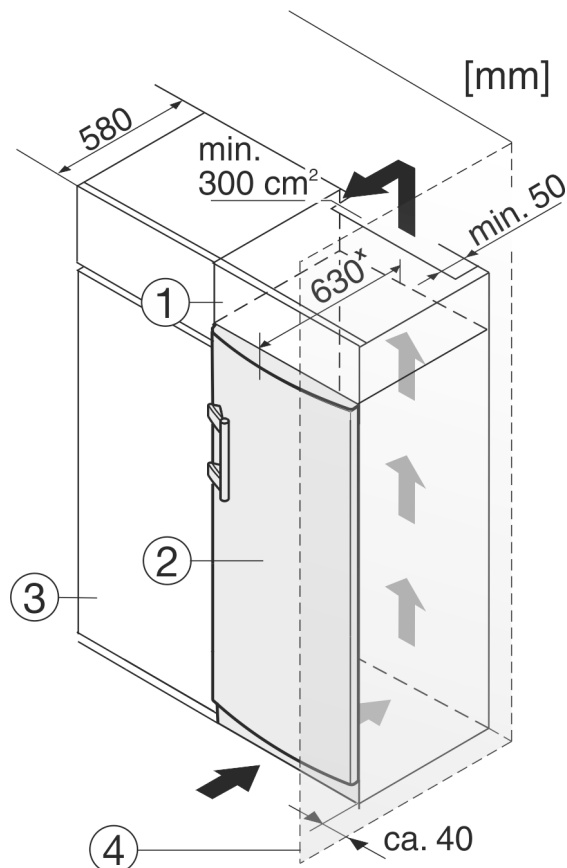

Fig. 12
Уредът може да е обграден с кухненски шкафове. За да изравните височината на уреда Fig. 12 (2) с височината на вградената кухня, над уреда може да се постави шкаф-пристройка Fig. 12 (1).
При обграждане с кухненски шкафове (дълбочина макс. 580 mm) уредът може да се постави непосредствено до кухненския шкаф Fig. 12 (3). Отстрани уредът е издаден на 34 mm \*, а в средата на уреда – на 50 mm \* спрямо челото на кухненския шкаф.
Когато уредът се поставя с пантите до стена Fig. 12 (4), разстоянието между уреда и стената трябва да е поне 40 mm. Това отговаря на разстоянието, с което дръжките стърчат при отворена врата.